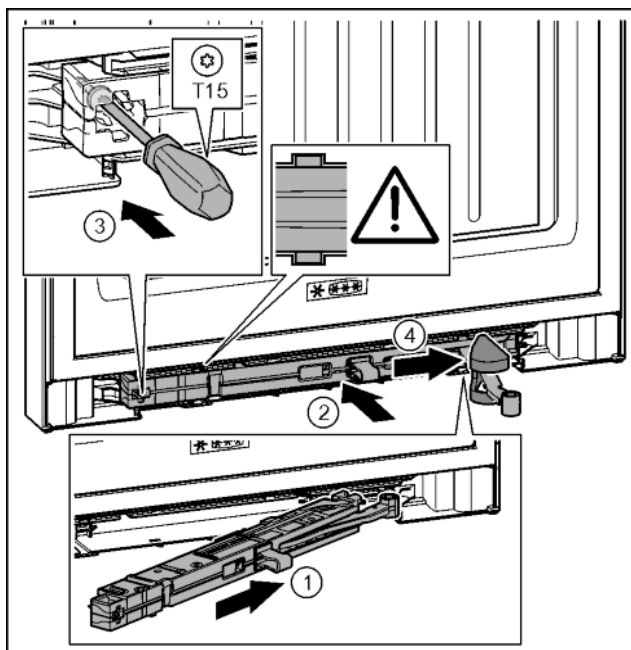

Fig. 41
- ▶ Schließdämpfereinheit auf der Lagerbockseite bis zum Anschlag schräg in die Aussparung einschieben. Fig. 41 (1)
- ▶ Schließdämpfereinheit vollständig in Aussparung schieben. Fig. 41 (2)
- ▶ Schraube mit einem Schraubendreher T15 festschrauben. Fig. 41 (3)
- ▶ Abdeckung über Gelenk schieben. Fig. 41 (4)